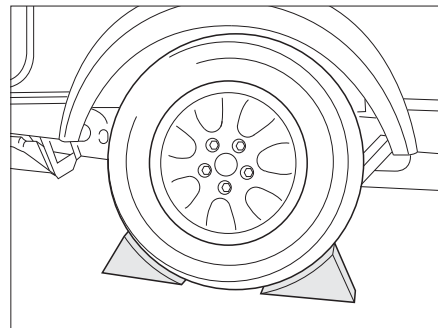

Fig. 171 Asegurar el vehículo
- Colocar zapatas de freno u objetos similares adecuados debajo de la rueda opuesta para asegurar el vehículo (Fig. 171).